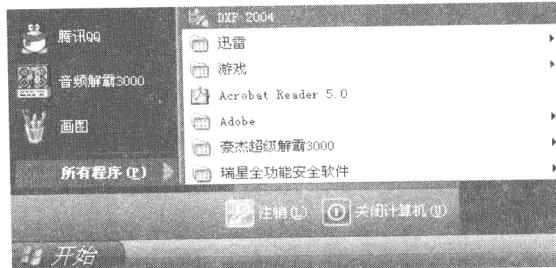

图 1-14 启动 Protel 软件
(1) 执行【开始】/【所有程序】/【DXP 2004】命令, 启动 Protel DXP 2004 SP2, 如图 1-14 所示。